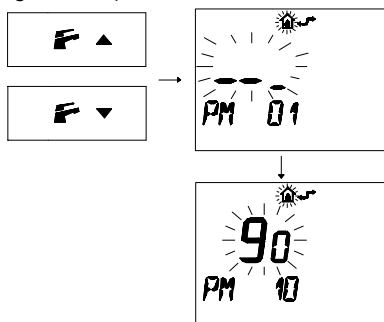

Figura 5.42
- Premere i pulsanti **F** **▼** o **F** **▲** per visualizzare la programmazione "**PM10**" selezione della frequenza di accensione (Figura 5.42).
- Nella Figura 5.42 si visualizza un SET programmato di **90** corrispondente ad un tempo di riaccensione di 1 minuto e mezzo. Il campo di regolazioni è da 0 a 4 minuti e 15 secondi.